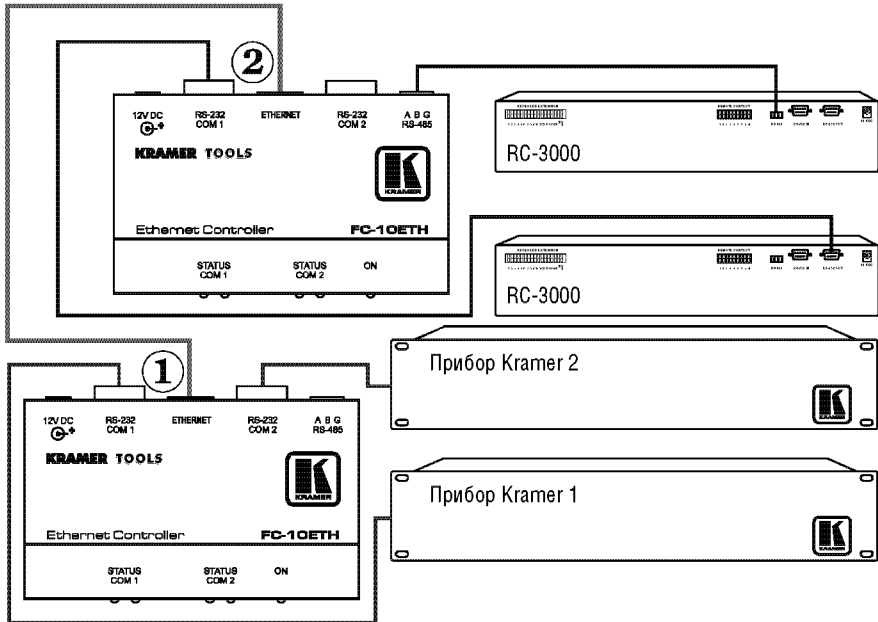

Рис. 14. Организация передачи данных в режиме активной маршрутизации
Для управления прибором Kramer можно использовать контроллер **RC-3000** (в режиме активной маршрутизации), как показано на рис. 14. Нужно выполнить следующее:
6. Подключить приборы (1) и (2) к локальной сети или маршрутизатору Ethernet, как показано на рис. 14.
- Соединить разъемы RS-232 COM 1 на **FC-10ETH (1)** и RS-232 на первом управляемом приборе (например, Kramer) кабелем с нуль-модемным адаптером
- Соединить разъемы RS-232 COM 2 на **FC-10ETH (1)** и RS-232 на втором управляемом приборе (например, Kramer) кабелем с нуль-модемным адаптером (вместо этого можно соединить разъем RS-485 на **FC-10ETH (1)** с разъемом RS-485 на управляемом приборе²).
8. Подключить до двух удаленных контроллеров к прибору (2):
- Соединить разъем RS-485 на удаленном контроллере (1) (например, RC-3000) с разъемом RS-485 на приборе FC-10ETH (2)³
- Соединить разъем RS-232 на удаленном контроллере (2) с разъемом RS-232 COM 1 на приборе FC-10ETH (2)
- FC-10ETH (1)⁴
- FC-10ETH (2)